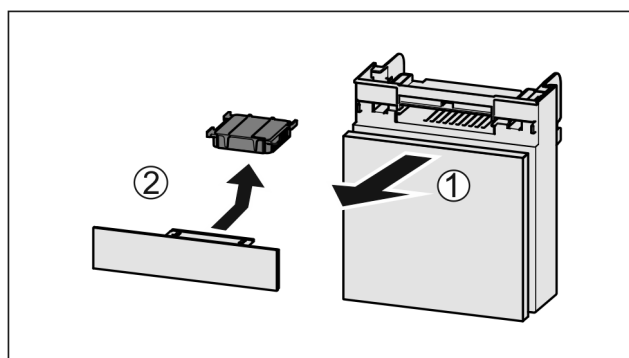

Fig. 142
- ▶ Vytiahnite zásuvku smerom dopredu Fig. 142 (1).
- ▶ Vyberte aktívny uhlíkový filter Fig. 142 (2).